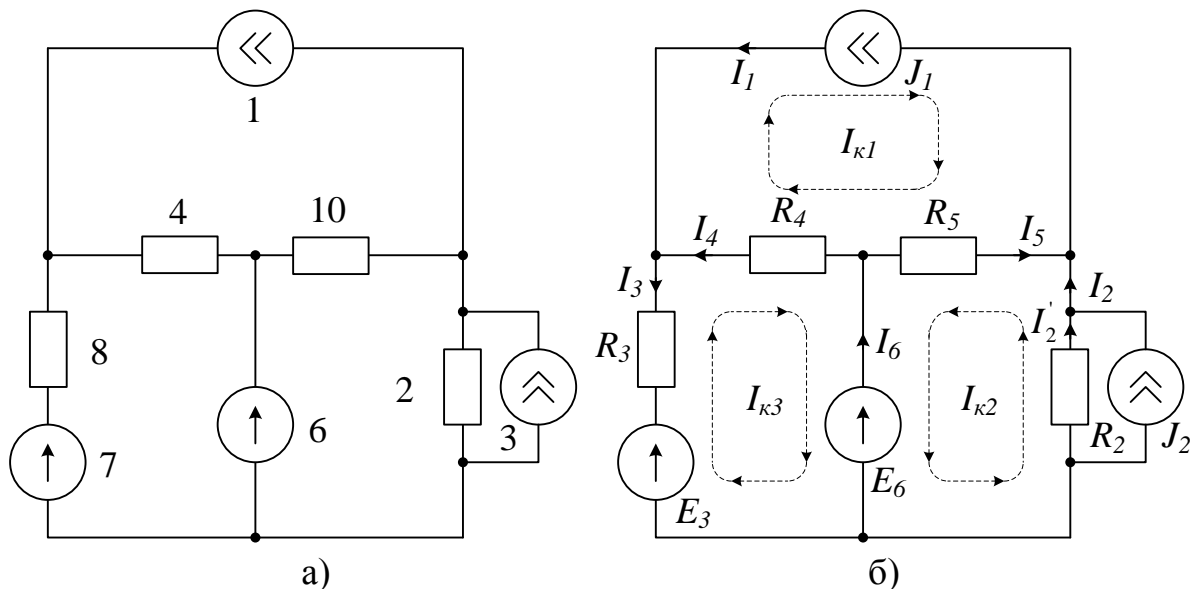

Рис.1.7
*Пример 1.3.* Записать уравнения методом контурных токов и рассчитать токи в ветвях цепи, схема которой представлена на рис.1.7,а.
*Решение.* Пронумеруем элементы в ветвях схемы (рис. 1.7,б), укажем предполагаемое направление токов в ветвях, выберем три независимых контура, зададим произвольно направления контурных токов ( $I_{к1}..I_{к3}$ ) в них.
Запишем уравнения по МКТ для выбранных контуров (рис.1.7,б). Вначале определим собственные и взаимные сопротивления этих контуров:
Легко убедиться, что в соответствии с ЗТК, алгебраическая сумма вычисленных токов для любого узла схемы на рис. 1.7,б равна нулю, что свидетельствует о правильности расчета.